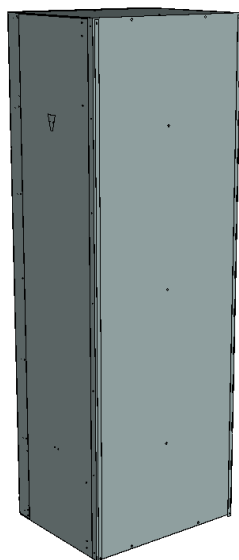

Рис. 9
7. Установить шкаф вертикально. Приклепать перегородку к стенке задней . ( рис. 9)